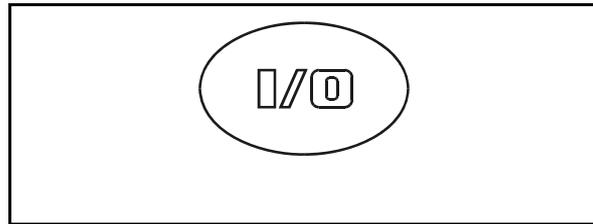

Fig. 6
ON (I) / OFF (O) (Fig. 6). A través de esta tecla Ud. conecta y desconecta el **AMATRON+**.